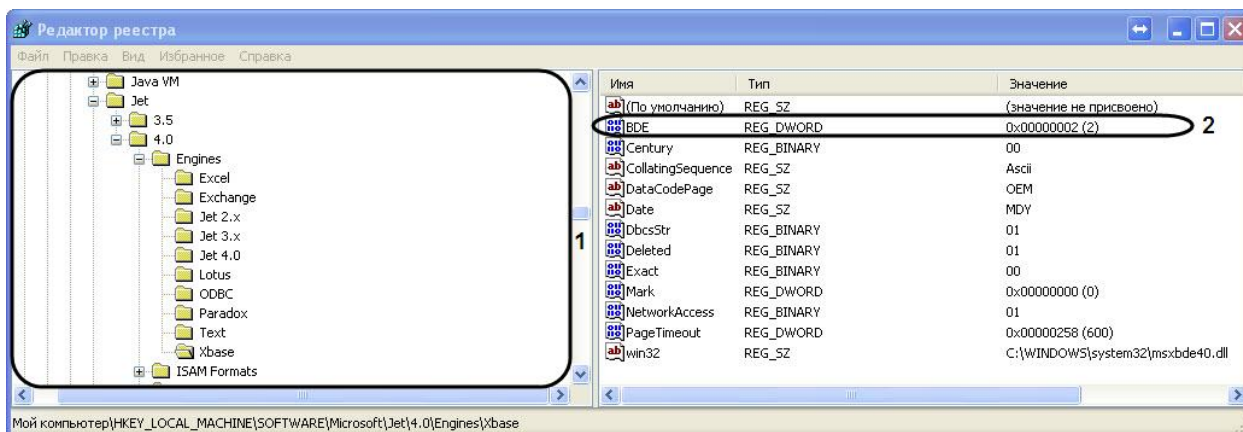

Рис. 11.3-3. Добавление параметра в реестр
5. В дереве реестра выбрать «HKEY\_LOCAL\_MACHINE\Software\Microsoft\Jet\4.0\Engines\Xbase» (Рис. 11.3-3, 1).
9. В результате проделанных операций в реестре будет создан параметр DWORD «BDE» (см. Рис. 11.3-3, 2).